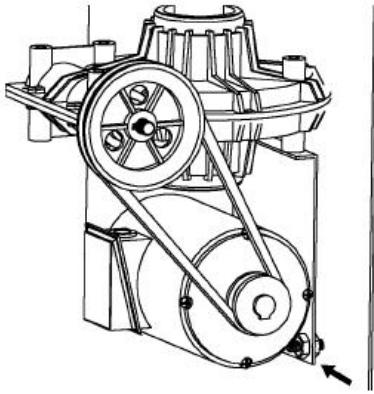

Рис.11
- 7) При отключении электропитания проверьте, натянут ли ремень. Для этого снимите боковую крышку, расположенную с левой стороны корпуса, и отрегулируйте натяжение ремня при помощи винта на опоре электромотора (рис.11).